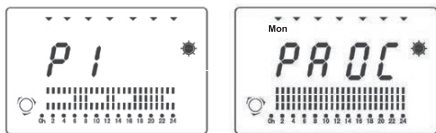

fig. 10
I. Programe zilnice presetate II. Setarea setărilor zilnice personale. (fig. 10)